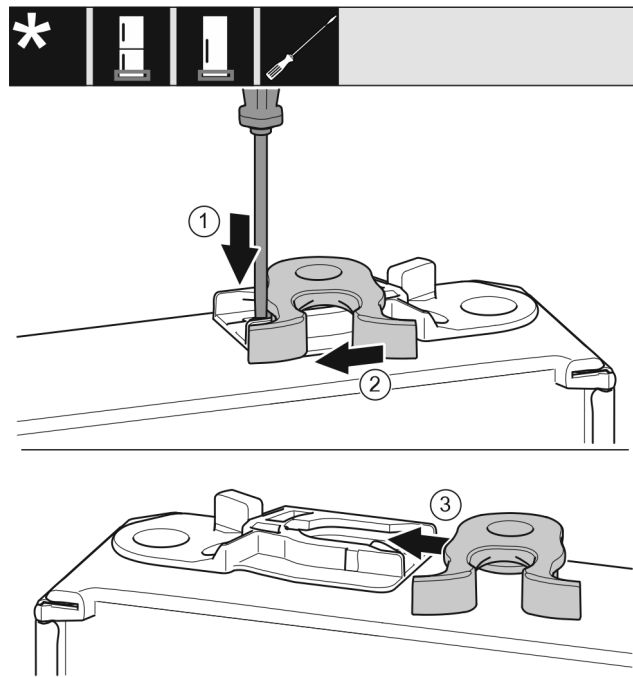

Fig. 19
- ▶ Premere la linguetta verso il basso con un cacciavite a testa a intaglio. Fig. 19 (1)
- ▶ Estrarre il gancio di chiusura dalla guida. Fig. 19 (2)
- ▶ Spingere il gancio di chiusura sull'altro lato nella guida. Fig. 19 (3)